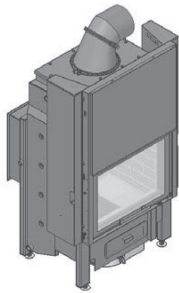

Abb. 6a
Der Varia FD/FDh H₂O wird standardmäßig mit einer Aschelade (**Abb. 6a**) auf der Vorder- oder Rückseite ausgeliefert. Es gibt die Möglichkeit die Aschelade auf der gegenüberliegenden Seite des Kamineinsatzes anzubringen. Sofern die für die Aschelade notwendige Öffnung / Klappe in der bauseitigen Verkleidung nicht gewünscht ist, kann auch ein (optional erhältlicher) herkömmlicher Aschetopf im Brennraum eingesetzt werden.
2. Entnehmen Sie die Aschelade (**Abb. 6a**) und setzen diese auf der gegenüberliegenden Seite ein.
1. Entnehmen Sie die Aschelade (**Abb. 6a**).